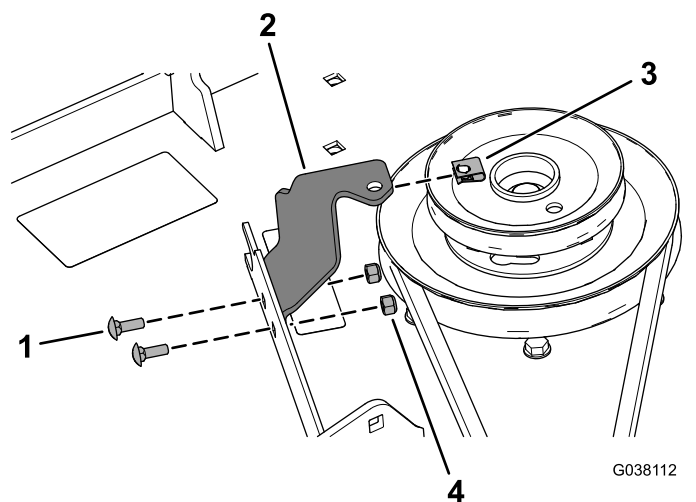

Figura 22
12. Instale o suporte da cobertura da polia na plataforma do cortador utilizando dois parafusos de carroçaria ($\frac{1}{4}$ pol. x $\frac{3}{4}$ pol.) e duas porcas de bloqueio ($\frac{1}{4}$ pol.) como se mostra na Figura 22.
13. Instale a porca rápida no suporte da cobertura da correia (Figura 22).